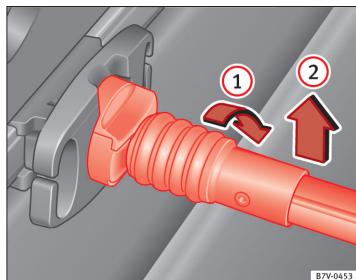

Fig. 98 Sådan hægtes hængenet af.
- Drej stangen 90° mod højre ⇒ Fig. 98 ①, indtil den røde markering på stangen kan ses. Tag stangen opad og ud ②.